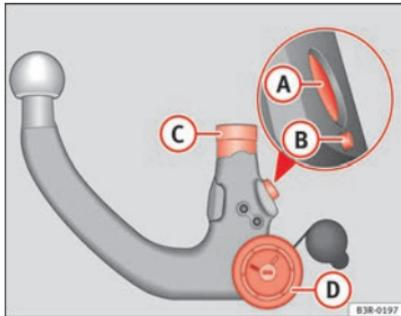

Abb. 164 Abnehmbare Anhängervorrichtung: Kugelstange
- Überprüfen Sie die Kugelstange am Verriegelungsbolzen (A), Auslösebolzen (B), Einsteckschaft (C) und Handrad (D) ⇒ Abb. 164 auf Verschmutzung und Beschädigung.